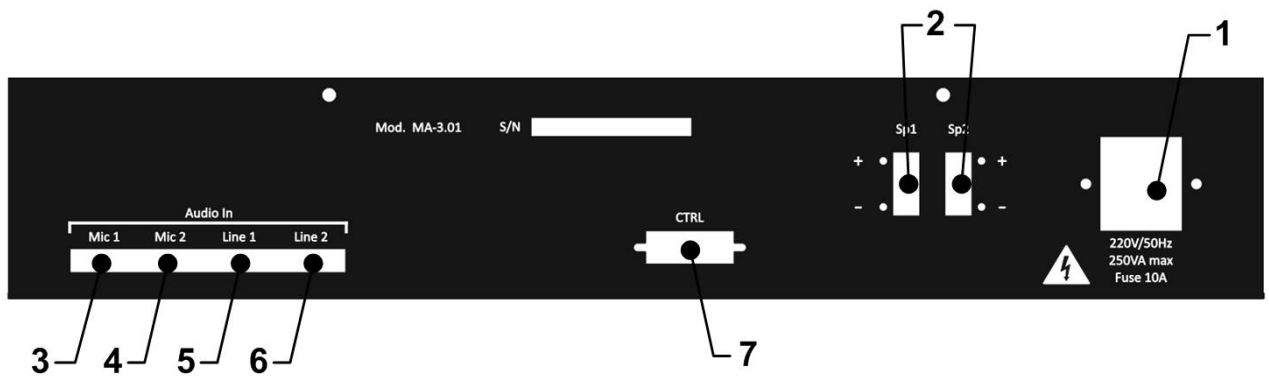

Рисунок 2.3 Блок микшера-усилителя
1. Подключить кабель акустической системы к разъемам 2 (рис. 2.3) согласно маркировке;